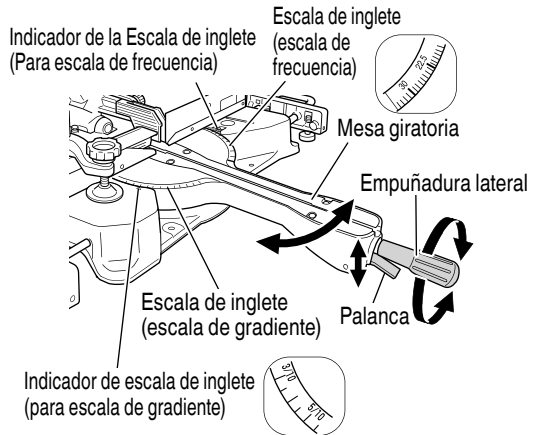

Fig. 35
- (1) Afloje la empuñadura lateral y tire hacia arriba de la palanca para los retenes de ángulo. Luego, ajuste la mesa giratoria hasta que el indicador se alinee con el ajuste deseado de la escala de ángulos de inglete (Fig. 35).
- (2) Reapriete la empuñadura lateral para que la mesa giratoria quede asegurada en la posición deseada.
- (3) La escala de ingletes indica tanto el ángulo de corte de la escala de ángulos como el gradiente en la escala de ángulos.
- (4) El gradiente, que es la proporción de la altura hasta la base de la sección triangular que va a ser extraída, puede utilizarse para el ajuste de la escala de ingletes en lugar del ángulo de corte, si así se desea.